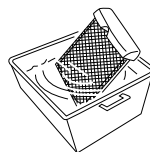

fig. 2
- Reinig het filter met een stofzuiger of klop het voorzichtig uit. Indien het filter erg vuil is, kan het worden schoongemaakt in een warm sopje met een zacht (niet agressief) schoonmaakmiddel. (fig. 2)